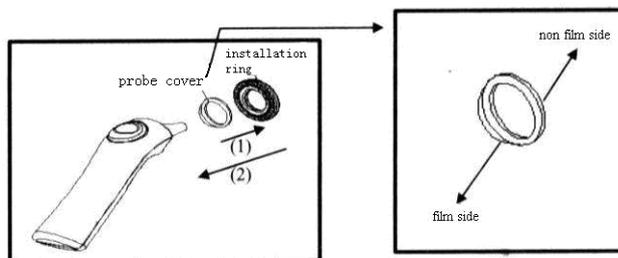

Figure 6.19
4. Méthode d'installation des couvercles de sonde: (1) placez le côté non film du couvercle de la sonde dans la rainure de la bague d'installation; (2) alignez le centre de la bague d'installation et celui de la sonde, poussez la bague d'installation vers le bas (voir Figure 6.19)